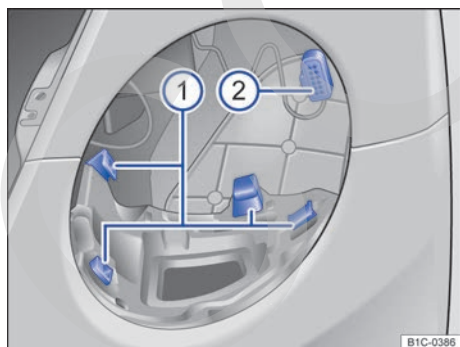
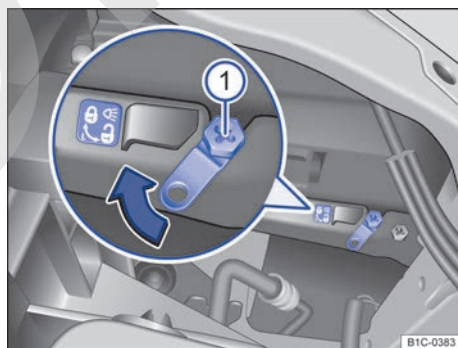

Fig. 148 Guías ① y conector ② para el montaje del faro izquierdo.
Fig. 149 En el vano motor: palanca de desbloqueo para el faro delantero izquierdo.
2. Acople el conector → fig. 148 ② en la carcasa del faro.
3. Sitúe los cuatro puntos de montaje de la carcasa del faro sobre las cuatro guías ① dispuestas en el hueco del faro.
4. Bloquee la carcasa del faro. Para ello, introduzca el destornillador para tornillos de estrella → pág. 179 en la palanca de desbloqueo → fig. 149 ①.
6. Asegúrese de que la marca roja de la palanca de desbloqueo → fig. 149 no se vea más. Si después del bloqueo aún se ve la marca roja, el faro no estará correctamente fijado. Repita los pasos para el montaje.